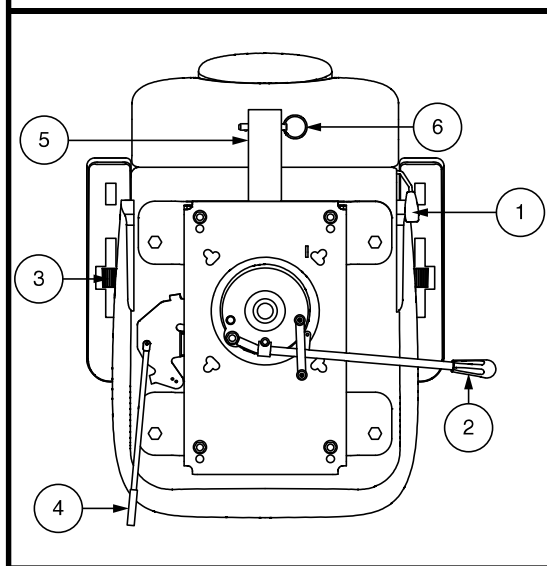

Abb. 20. Sitzeinstellungen
Um die verstellbare Rückenlehne einzustellen, befolgen Sie diese Schritte. Siehe Abb. 20.
1. Zum Entriegeln des Sitzes den Sitzverschluss je nach Sitztyp entweder nach oben ziehen oder nach vorne schieben. **Siehe Abb. 20.**
Der Armlehnenwinkel Ihres Elektromobils kann nach oben oder nach unten verstellt werdendurch das Drehen der Einstellscheiben. **Siehe Abb. 20.**
1. Drehen Sie den Hebel zur Verstellung der Sitzposition nach aussen. **Siehe Abb. 20.**
Die Zubehörhalterung am Heck ermöglicht es Ihnen, persönliche Zubehörkomponenten wie Korb, Gehhilfe oder Sauerstofftank hinter dem Elektromobil anzubringen. Verwenden Sie den Sicherungsstift, um das Zubehöriteil sicher an der Halterung zu befestigen. **Siehe Abb. 20.** Für weitere Informationen wenden Sie sich an Ihren Vertragshändler.